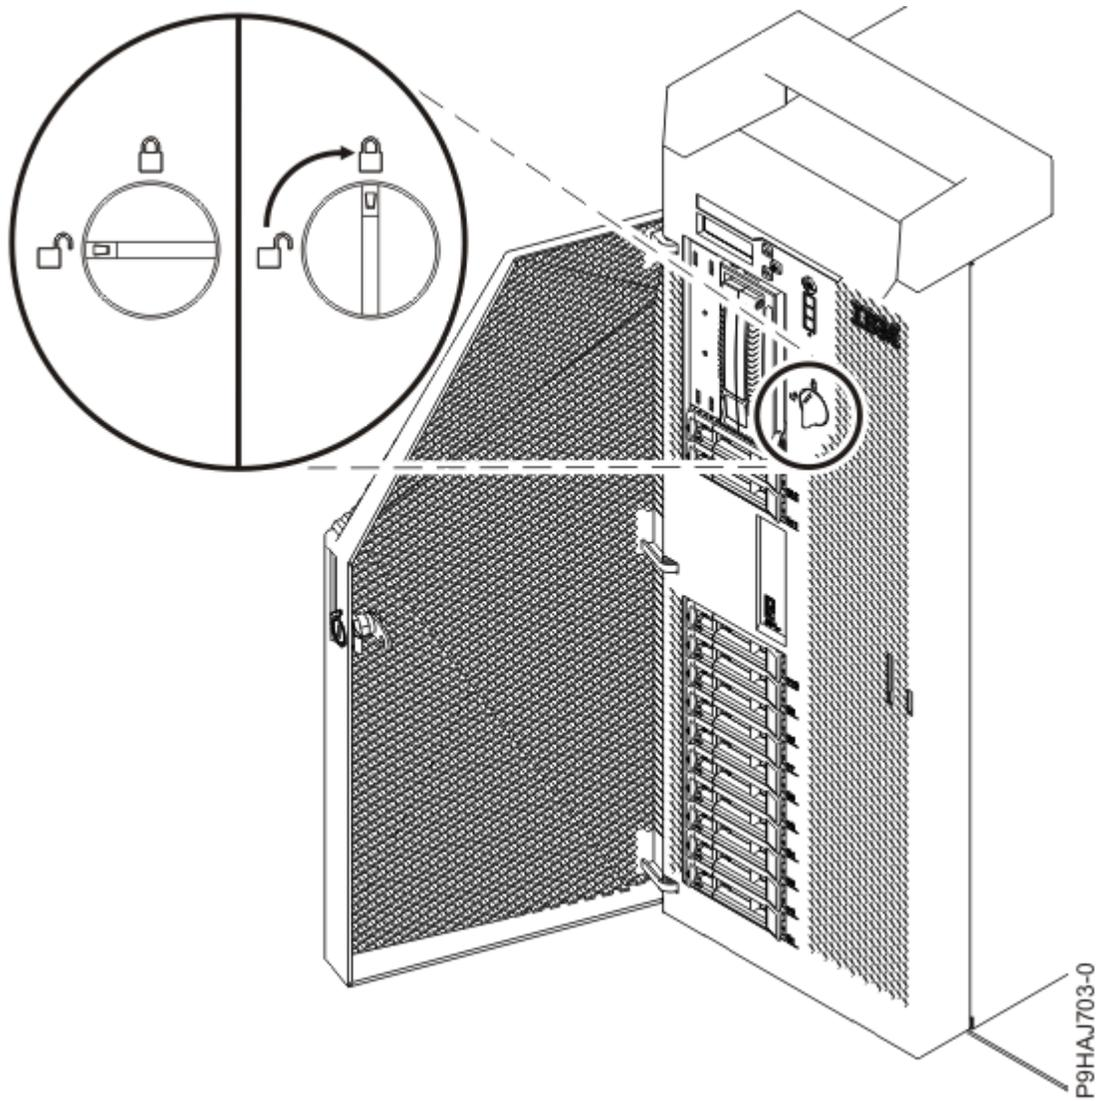

Figura 32. Cierre del pestillo de la cubierta frontal
- d) Gire el pestillo de la cubierta hacia la derecha (en el sentido de las agujas del reloj) para bloquear la cubierta tal como se muestra en la Figura 32 en la página 34.